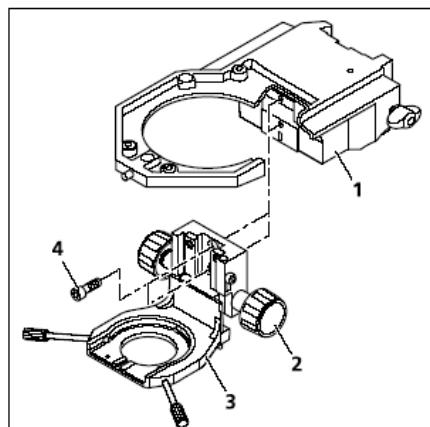

图 3-18 安装聚光镜托架
- 通过调整旋钮(图 3-18/2) 调节聚光镜托架的导杆(图 3-18/3)，直到两个螺丝(图 3-18/4) 都能安装。
- 在载物台托架(图 3-18/1) 上安装聚光镜托架，将其用力滑动到上方的限位，拧紧两个螺丝。